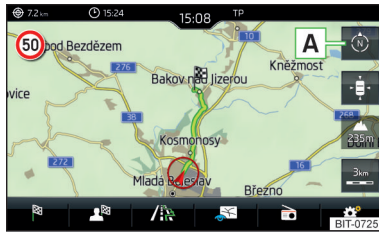

Abb. 236
► Zur **Änderung der Kartenausrichtung** im Hauptmenü *Navigation* die Funktionsfläche  **A** » Abb. 236 antippen.